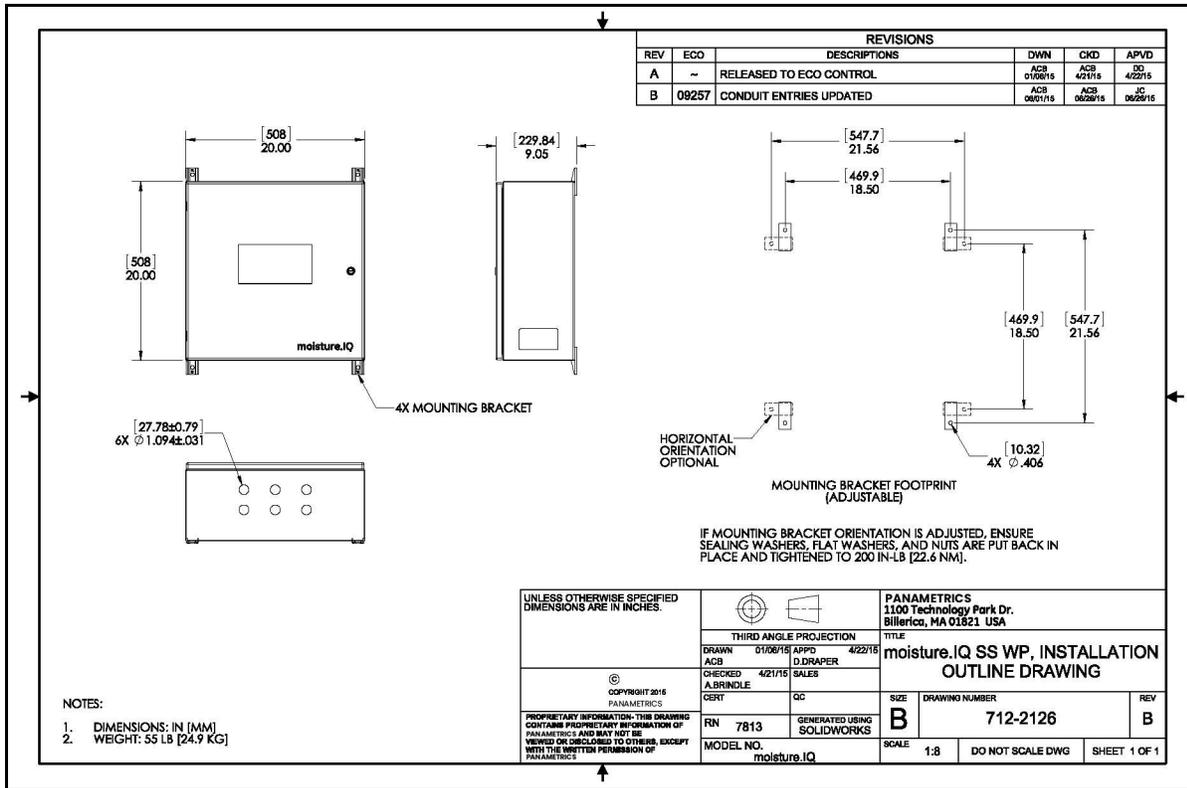
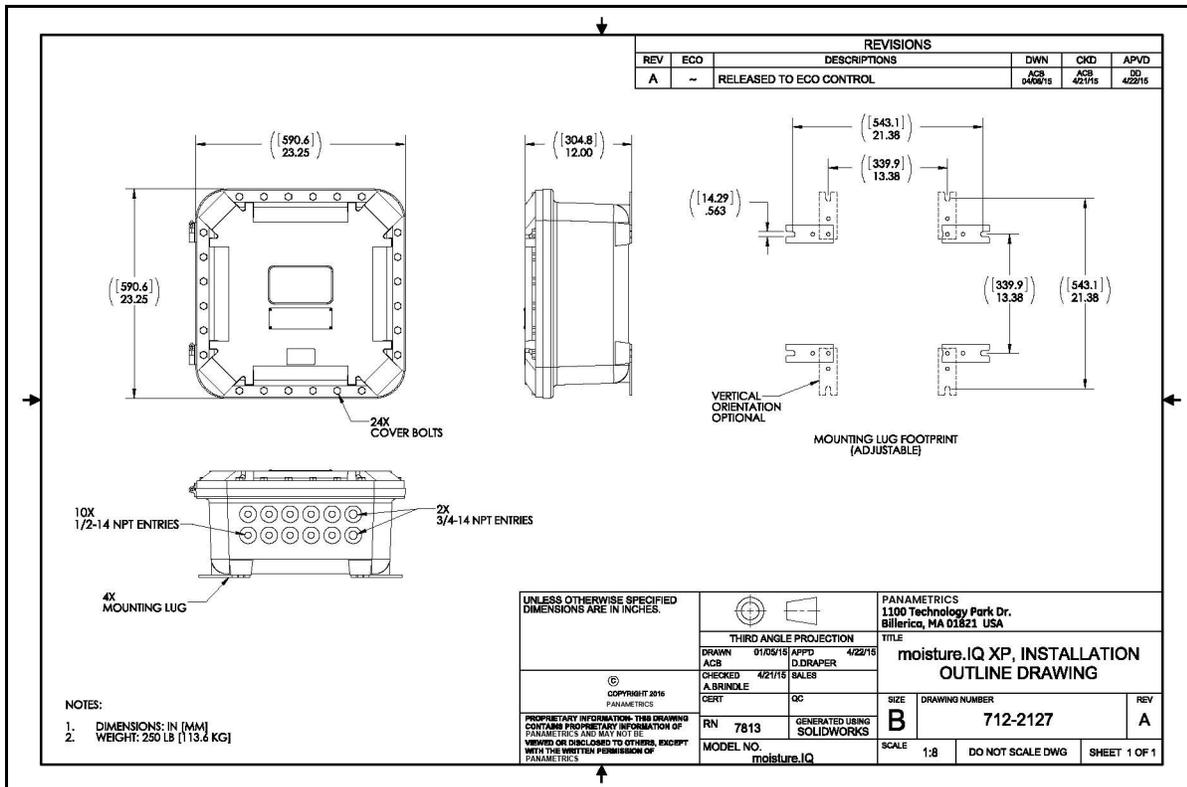

Рис. 10: Габаритный чертеж для монтажа SS WP (чертеж 712-2126_revB, лист 1 из 1)
Рис. 11: Габаритный чертеж для монтажа XP (чертеж 712-2127_revA, лист 1 из 1)
- Монтаж должен производиться согласно *монтажному чертежу 712-2126* для исполнения из нержавеющей стали, защищенного от атмосферных воздействий (см. *Рис. 10* на *стр. 6*) и *712-2127* для взрывозащищенного исполнения (см. *Рис. 11* на *стр. 6*).